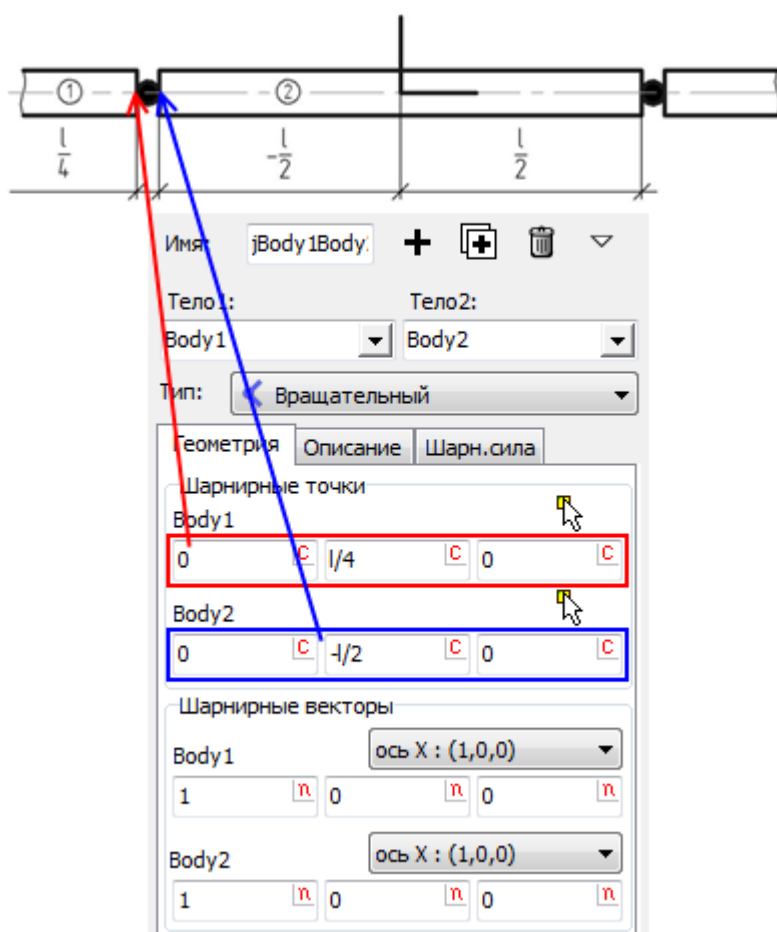

Рис. 3.5. Вращательный шарнир между телами **Body1** и **Body2**
5. На вкладке **Геометрия** для первого стержня (**Body1**) в группе **Шарнирные точки** укажите координаты его правого конца, а для второго (**Body2**) – левого, рис. 3.5.